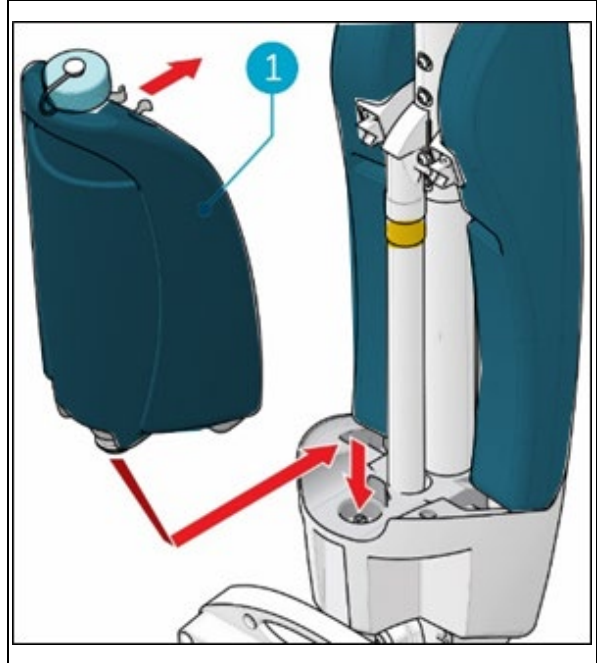

Figure 12
1. Placez le réservoir (figure 12, pos. 1) sur l'i-mop® XL avec la soupape en premier.